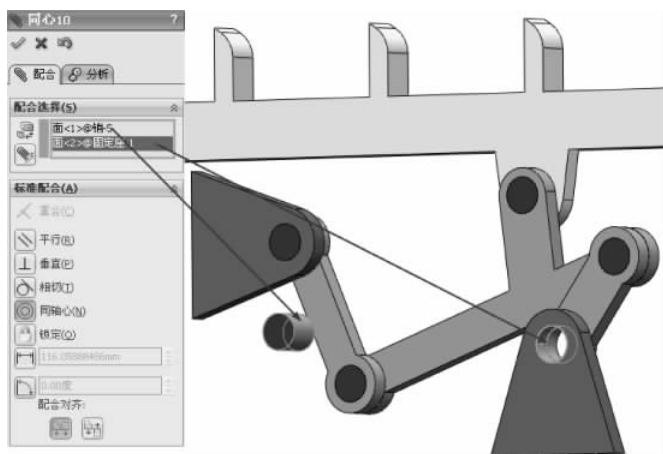

图 3-234 同轴心配合
(23) 选择【标准配合】选项组下的【同轴心】配合类型 , 在【要配合的实体】选择框  中选择如图 3-234 所示的面, 其他保持默认, 单击【确定】按钮 , 完成同轴心配合。